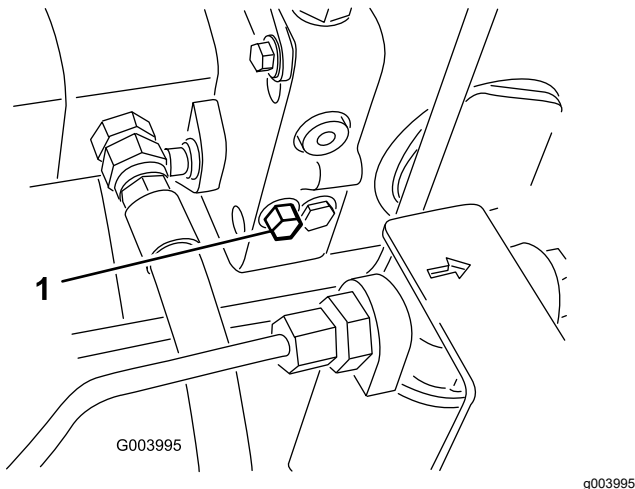

Figure 27
1. Localisez la vanne de dérivation sur le côté gauche de l'hydrostat (Figure 27).